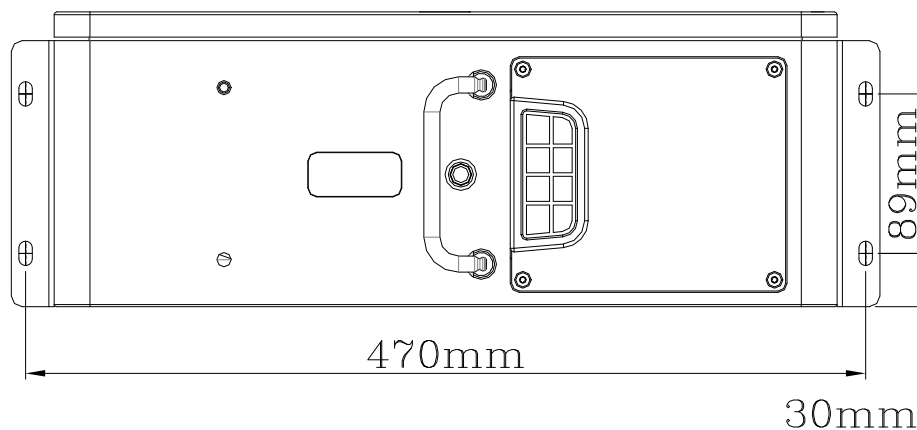

Figure 3.8 :
Étape 2) Installez le produit à l'intérieur de l'armoire, assurez-vous que les dimensions des trous de montage sont comme illustrées à la Figure 3.8.